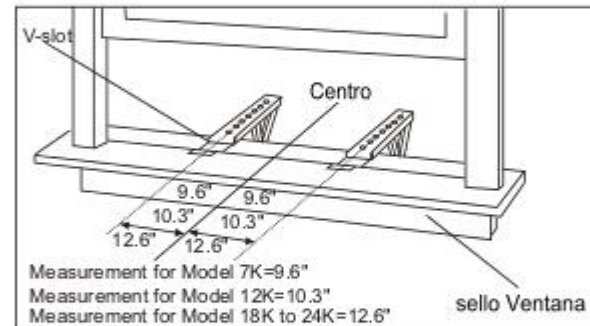

Fig.6
B. Mida el ancho alféizar de la ventana en el interior y encuentre el centro como se muestra en (Fig. 6). Debe alinear la ranura en V en cada soporte con estas marcas y montarlos con los tornillos 3 / 4 " suministrados. Debe quedar perpendicular al alféizar de la ventana interior. Ver (Fig. 6).